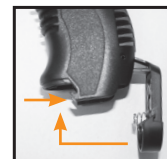

Ilustración 5
- Cierre la tapa del compartimento de las baterías (ilustración 5).